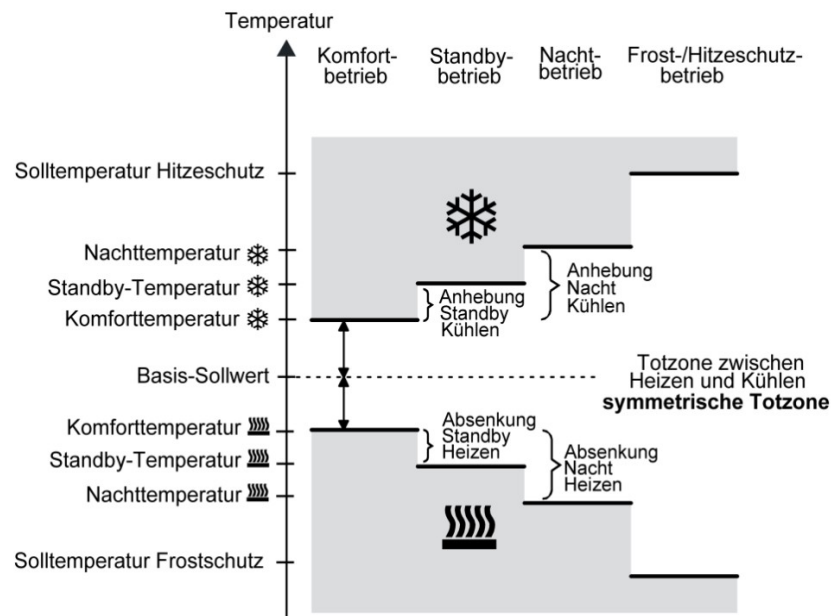

Abbildung 30: Übersicht zur Temperaturverstellung im Regler
Der Regler kennt für jeden Betriebsmodus getrennte Sollwerte. Folgt man den KNX Designrichtlinien sind diese alle vom Basis-Sollwert abhängig (vgl. Abbildung 30). Durch diese Abhängigkeit wird es möglich, dass der Regler selbstständig zwischen Heizen und Kühlen umschalten kann, da jeder Sollwert eindeutig als „zu warm“ bzw. „zu kalt“ zugeordnet werden kann.
Der Regler kennt hier für jeden Betriebsmodus getrennte Sollwerte, wobei diese alle vom Basis-Sollwert abhängig sind, Standby Heizen und Nacht Heizen sind jeweils als relative Größe zum Komfortbetrieb zu verstehen. Die Verstellung wirkt sich dabei immer mindernd auf die Solltemperatur aus. D.h. der Nachtbetrieb/Standbybetrieb beim Heizen hat grundsätzlich eine tiefere (oder höchstens gleiche) Solltemperatur wie der Komfortbetrieb (vgl. Abbildung 30).
Umgekehrt verhält es sich beim Kühlen: Hier erhöht die Vorgabe der Verstellung der Nacht/Standby immer deren Solltemperatur im Vergleich zum Basis-Sollwert (vgl. Abbildung 30).
Die in Abbildung 30 abgebildeten Größen sind KNX standardisiertes Verhalten. Alle Parameter können mit Hilfe der Applikation des MeTa² entsprechend angepasst werden. Über den Bus kann der Basis-Sollwert verschoben werden.
- Im Nacht-Betrieb wird nur die Differenz dieses Modus zur Basis-Solltemperatur verändert. Wie Abbildung 30 zeigt, ist im Heizbetrieb die Solltemperatur des Nacht-Betrieb stets kleiner oder gleich der Komforttemperatur. Daher ist im Heizbetrieb die Verstellung nur max. bis zu dieser Temperatur möglich. Umgekehrt ist im Kühlbetrieb die Verstellung kleiner oder gleich der Komforttemperatur des Kühlbetriebs. Daher ist eine Verstellung nur bis zu dieser Temperatur möglich.
- Im Standby-Betrieb wird nur die Differenz dieses Modus zur Basis-Solltemperatur verändert. Daher gilt auch hier: Wie Abbildung 30 zeigt, ist im Heizbetrieb die Solltemperatur des Standby-Betriebs stets kleiner oder gleich der Komforttemperatur. Daher ist im Heizbetrieb die Verstellung nur max. bis zu dieser Temperatur möglich. Umgekehrt ist im Kühlbetrieb die Verstellung kleiner oder gleich der Komforttemperatur des Kühlbetriebs. Daher ist eine Verstellung nur bis zu dieser Temperatur möglich.